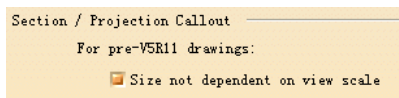

图 6-44
(4) Section/Projection Callout (视图/投影视图标识) 选项组 (如图 6-44 所示)